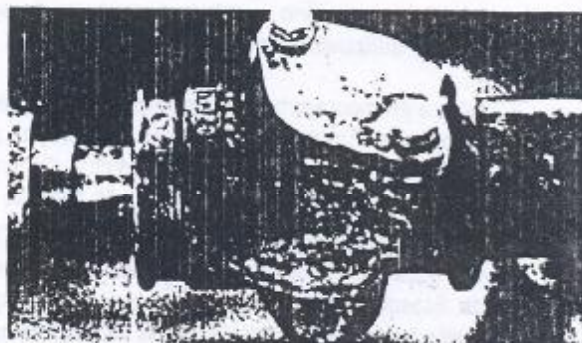

Figura 4.19.6 - Tampa do tucho de encosto
6. Remover os parafusos e arruelas de fixação da tampa do tucho de encosto da cremalheira (Figura 4.19.6). Remover a tampa e os calços de ajuste.
6. Posicionar os calços de ajuste na carcaça e instalar a tampa do tucho e os parafusos (Figura 4.19.6). Apertar os parafusos da tampa ao torque de 6,5 a 8,0 Nm.